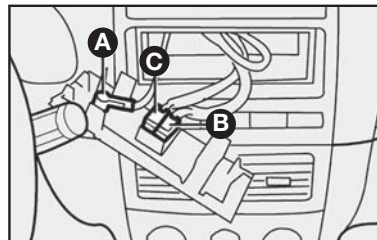

fig. 97
- cabo e plugue de alimentação elétrica para o autorrádio **C-fig. 97**.
- cabo e conector para antena de teto **A-fig. 97**.
- cabos e plugue para conexão dos alto-falantes e tweeters **B-fig. 97**.
- cabo de alimentação do autorrádio **C-fig. 97.**
- cabo para alto-falante dianteiro e traseiro **B-fig. 97.**